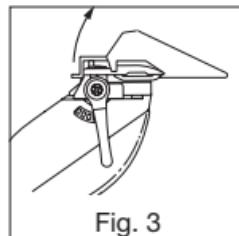

Fig. 3
- Pour enlever le guide coupe, le tirer vers l'extérieur et vers le haut (figure 3).